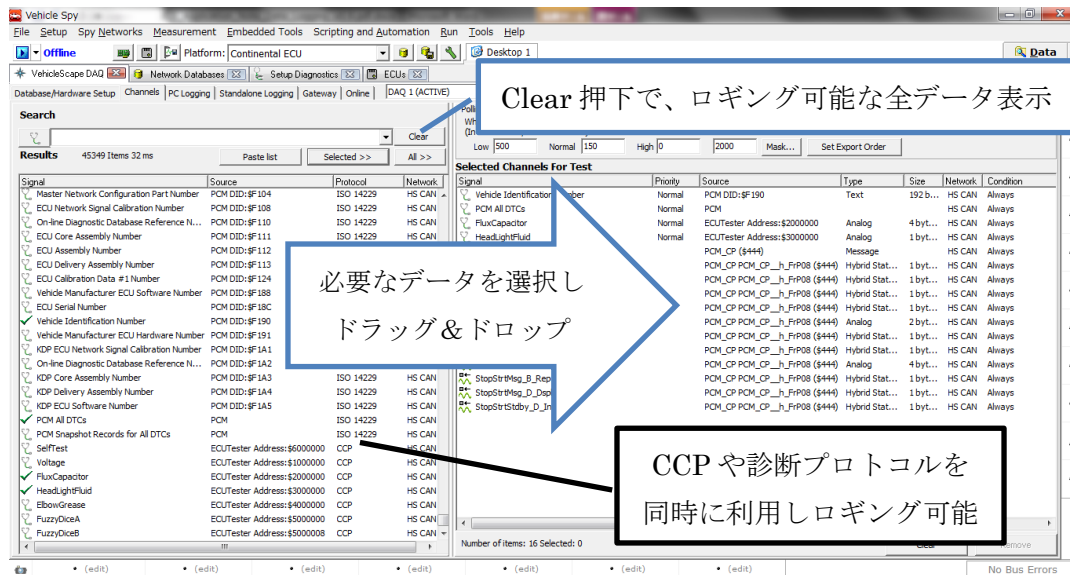

図 12 Channel タブにおけるロギング対象のデータ選択
3) Channel タブへ移動し、ロギング対象のデータを選択(図 12)